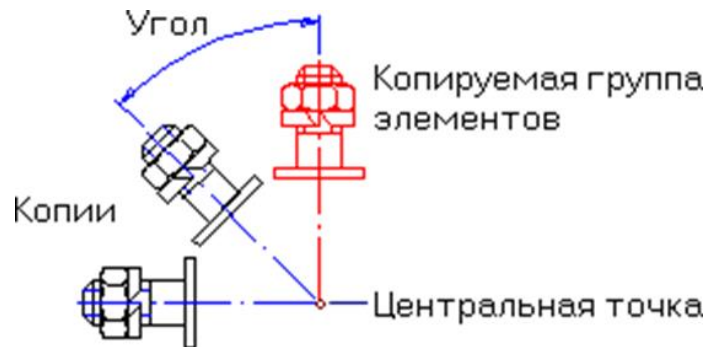

Рисунок 7
**Угловое копирование (круговой массив)** позволяет создавать группу копий элементов, упорядоченно расположенных вдоль окружности (рисунок 7).